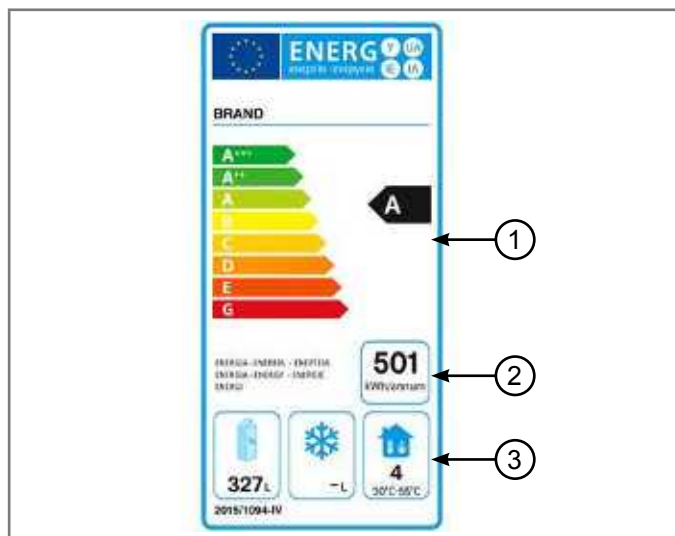

Abb. 1.4 Beispiel der Energieeffizienzklasse-Kennzeichnung
Die Kennzeichnung der Energieeffizienzklasse, wie in Abb. 1.4 dargestellt, wird zusammen mit dem Gerät geliefert:
Auskunft über die Energieeffizienz des Geräts (1 – Abb. 1.4).
- Der Wert (z. B. 50 kWh/Jahr) für den Energieverbrauch (2 – Abb. 1.4).
- Die Angabe (3 – Abb. 1.4) zeigt an: